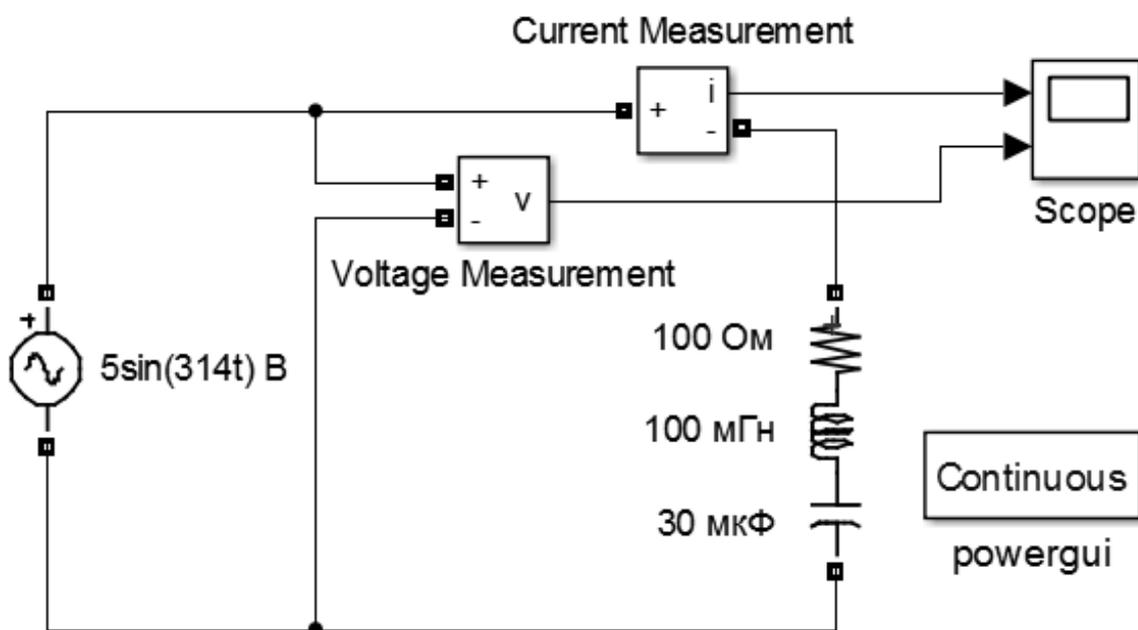

Рисунок 24
8.1 Создать модель одноконтурной RLC-цепи (рисунок 24) с источником синусоидального напряжения **AC Voltage Source**.